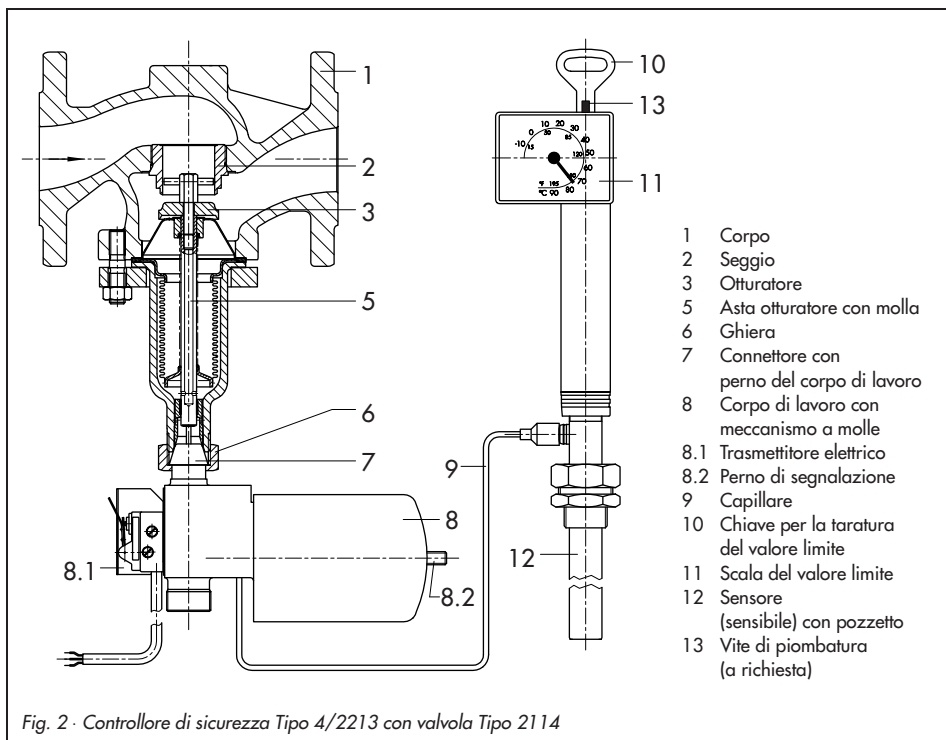

Fig. 2 · Controllore di sicurezza Tipo 4/2213 con valvola Tipo 2114
(Vedere fig. 2.) I controllori di sicurezza limitano la temperatura attraverso la chiusura di una valvola SAMSON (Tipo 2111, 2114, 2118 o 2119) collegata ad un termostato.
5. Ruotare la chiave (10, fig 2) e ridurre il valore limite del controllore della temperatura fino a quando l'indicatore (7) segna il valore 0 sulla scala.
7. Regolare l'interruttore (3) fino a quando non si accende la lampadina, fissare le viti (5) .
(Vedere fig. 2.) Il termostato di sicurezza di default è impostato su una temperatura limite di ca. 60 °C .